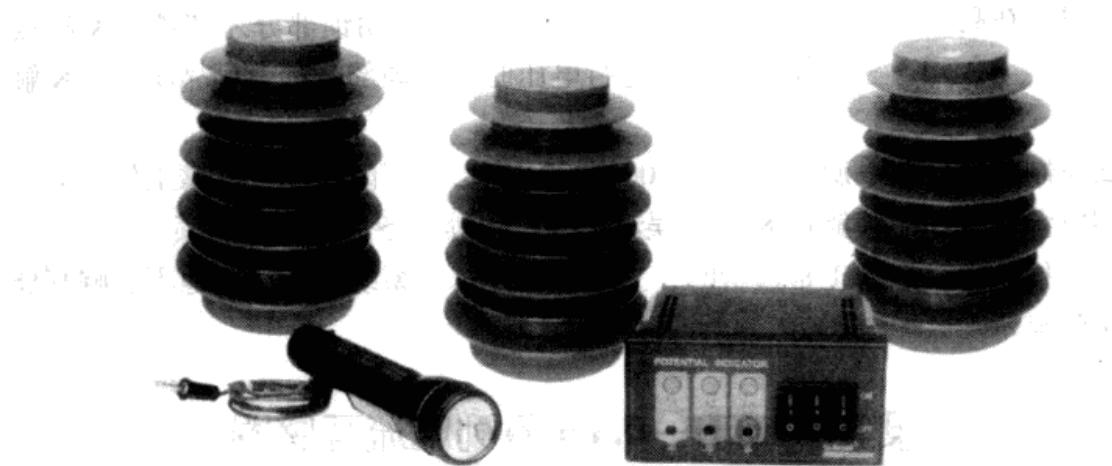

图 C-1 DXNA1 户内高压带电显示器各部件外形图
(1) 产品特点
① 显示器使用超高亮发光二极管。在高压设备带有运行电压时，以发光的方式提醒工作人员设备带电。
② 使用寿命长。克服了以往显示器采用氖灯显示寿命短的问题，平均连续无故障使用时间大于 70000h。
③ 运行可靠。其中强制型采用了高可靠性能的开关电源，既解决了普通简单电源（采用电容或者电阻降压）容易受到电压波动影响的问题，同时又解决了采用该简单电源的显示器在高压系统不带电时，装置发热量高，影响使用寿命的问题。
④ 强制型工作电源适性强，交直流通用，输入电压范围可达 AC/DC 100V ~ 220V。
⑤ 强制型采用高可靠性能的数字检测技术，最大限度地提高了检测的灵敏度（额定电压值的 50% 或更小就可有效闭锁）并防止了继电器输出的误动作。
⑥ 由于外壳的面框采用了前端可卸式，所以该装置运行时，万一发生故障，可以在不打开开关柜门的情况下，检测或更换装置内部芯片或发光管。
⑦ 用户配置灵活。在实际使用中，用户若需要自己配置传感器，只需在选定相匹配的电压等级的传感器后，保证其对地短路输出电流大于 200μA 即可。
(2) 外形（图 C-1）